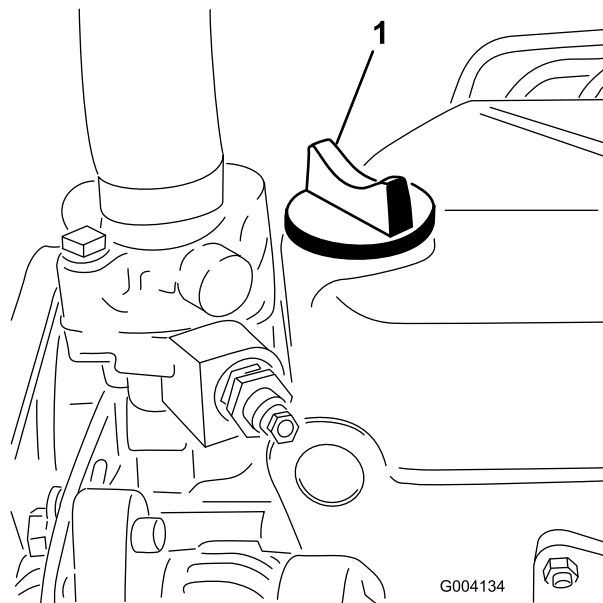

Figura 49
5. Si el nivel de aceite está por debajo de la marca Lleno, retire el tapón de llenado (Figura 49) y añada aceite hasta que el nivel llegue a la marca Lleno de la varilla.